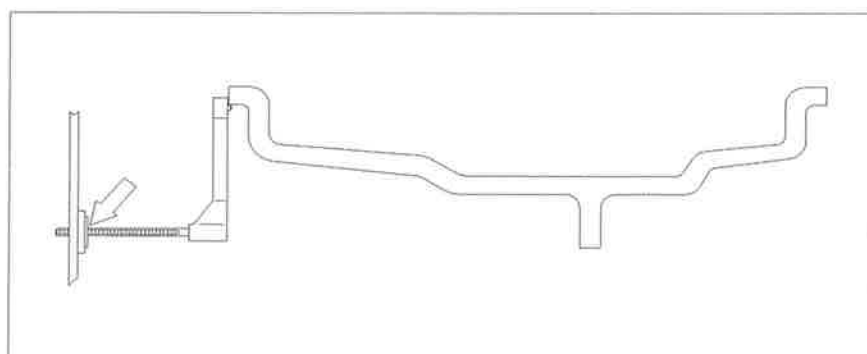

図 12 距離及び直径センサの使用
1. 距離および直径センサを取り出し、リム(図 12)の内側の端部にそれを当てます、そしてその目盛の値を読みます。